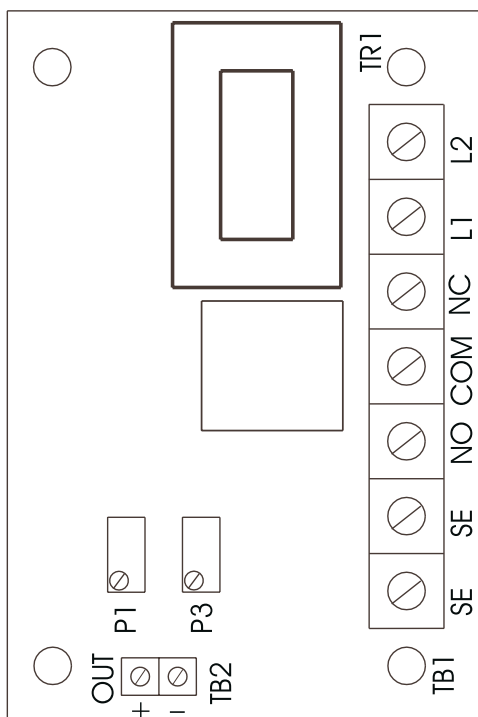

Figura 3
3. Localice la tarjeta de circuitos de la alarma de alta humedad. (refiérase a la figura 3)
6. Con un desatornillador pequeño, ajuste P1 en la tarjeta electrónica de alta humedad (Figura 3) enrosque y desenrosque. Encuentre los puntos de ajuste en el cual contactos se abran y se cierran. Deje en el punto en el cual los contactos apenas se cierran.